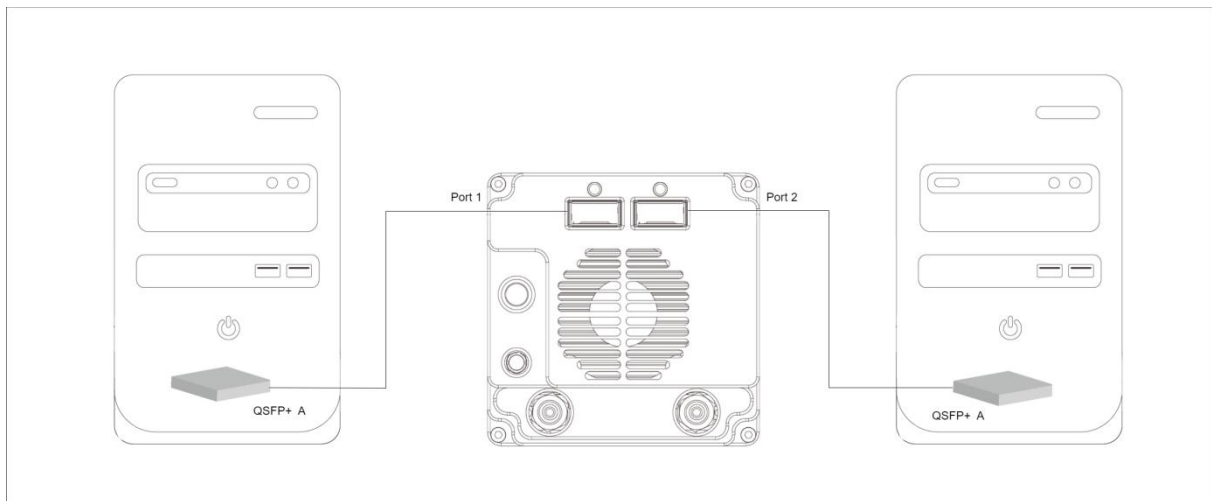

图 3-4 两通道连接示意图
- 2) 将光模块插入相机的 QSFP+ 1 端口中，如图 3-4 所示，插入后听到“咔”的一声表示接头完全插入；相机指示灯与光模块螺丝面处于同侧，且螺丝中心距相机面板约 7mm。